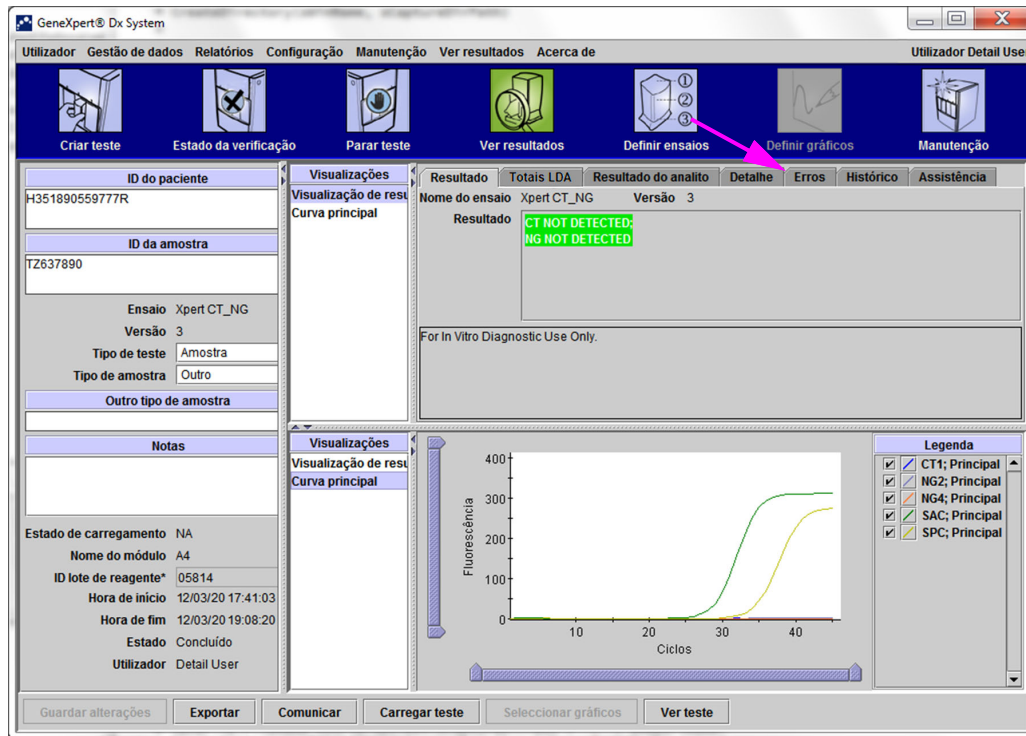
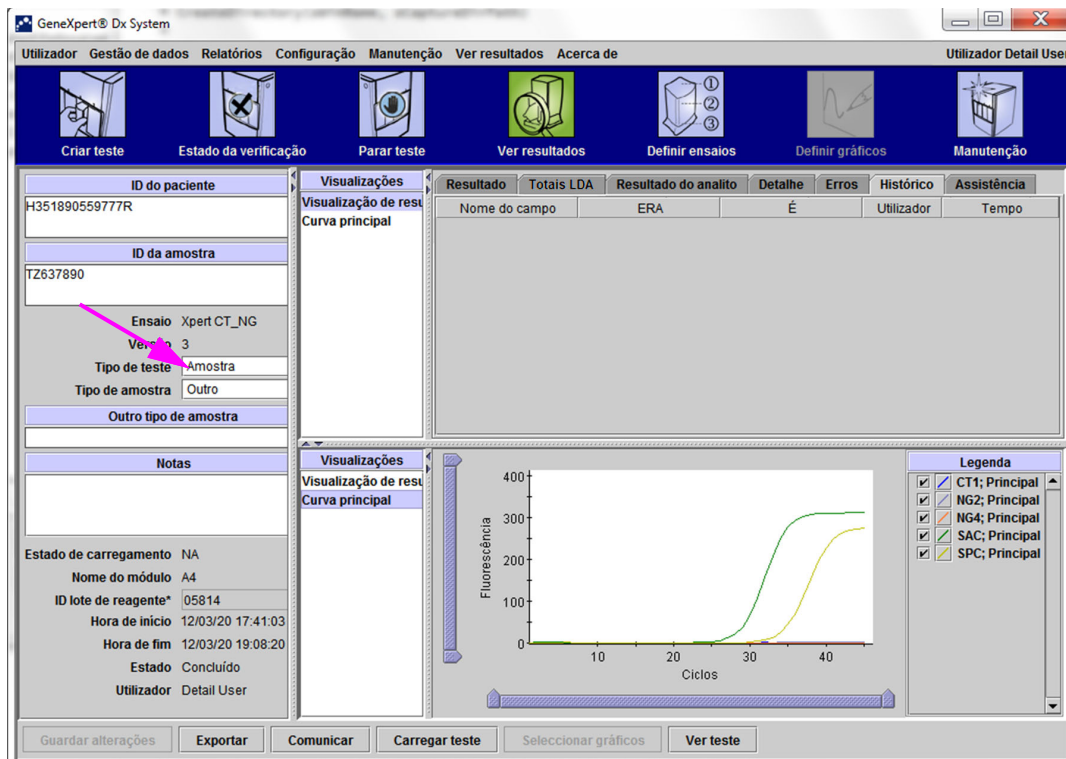

Figura 5-48. Janela Ver resultados do GeneXpert Dx System (vista de utilizadores Detalhe e Administrador)
Figura 5-49. Janela Ver resultados do GeneXpert Dx, Separador Histórico seleccionado
2. Clique no separador **Histórico** no ecrã Ver resultados (consulte a figura 5-48). É apresentado o separador **Histórico**, indicando que não foram feitas alterações no teste. Consulte a figura 5-49.